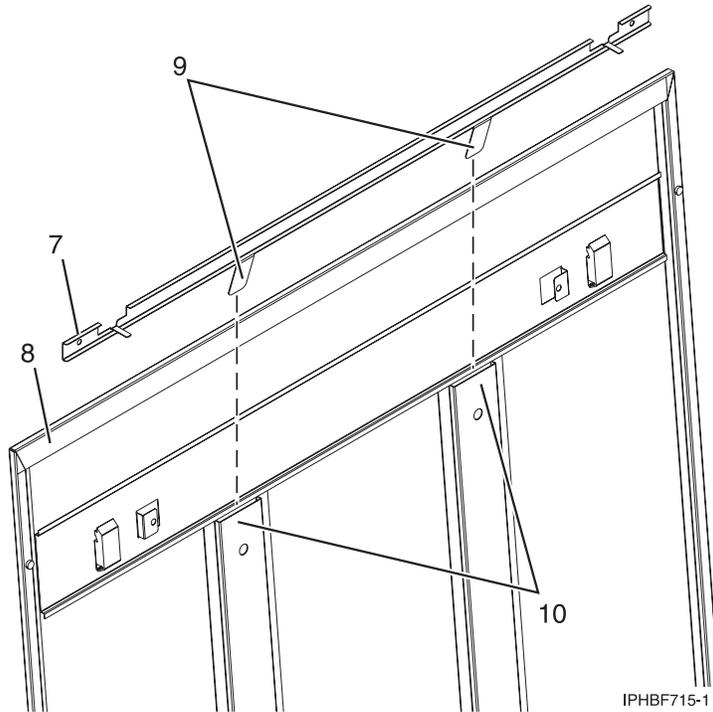

Figure 99. Installation d'une glissière de sécurité
- b. Placez la partie plate de la glissière (7) face à la partie intérieure du panneau (8) (voir la figure 99) et insérez les deux taquets (9) de la glissière dans les deux canaux de support verticaux (10) situés sur le panneau latéral.